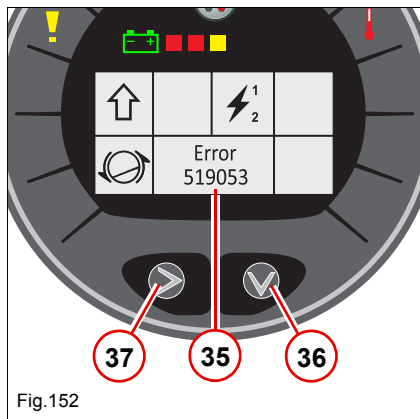

Fig.152
- I Fig. 152 ses det, hvordan en aktiv fejl vises i displayet.